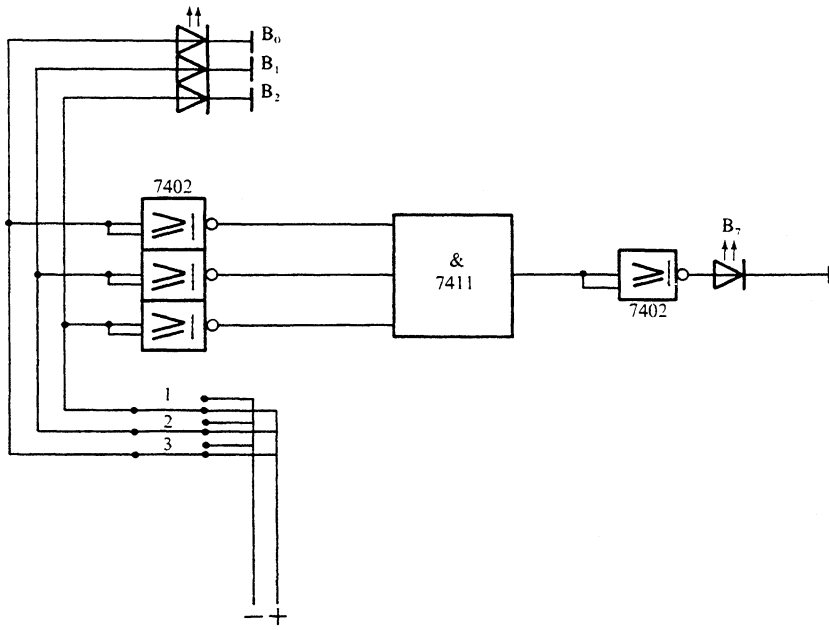

fig. 4b
- 1 Het maken van een OF-poort met behulp van een EN-poort en een aantal als inverter geschakelde NOF-poorten volgens fig. 4b.